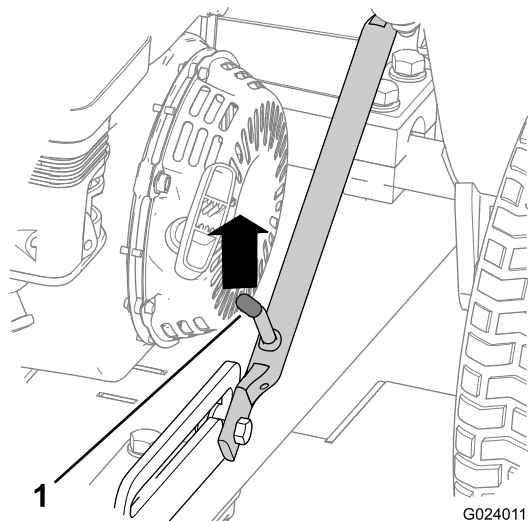
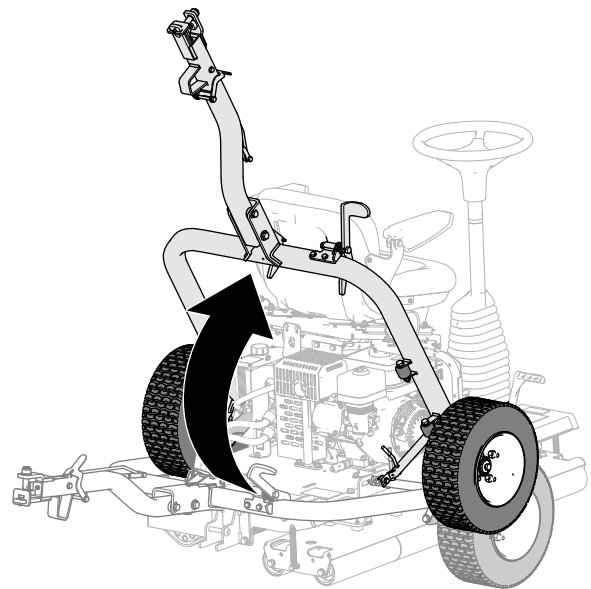

Figura 18
Figura 23
1. Empuje la barra de tracción hacia arriba hasta que la palanca de cierre se desenganche de la muesca de la guía (Figura 18).
5. Levante la barra de tracción (Figura 23) hasta que la palanca de cierre se bloquee en la muesca de la guía (Figura 18).